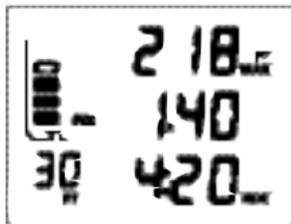

Fig. 46 - PDPS
**PDPS:** ésta es la información mostrada (Fig. 46):